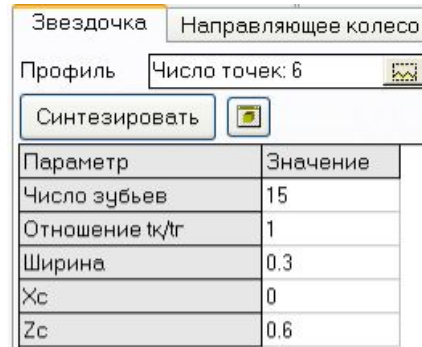

Рис. 12 Геометрические параметры звездочки
На вкладке **Звездочка** (рис. 12) выполните следующие действия.
2) В таблице задайте число зубьев, отношение шага ведущего колеса к длине звена гусеницы  $t_k/t_r$  и геометрические параметры: ширину, вертикальную и продольную координаты центра, рис. 12